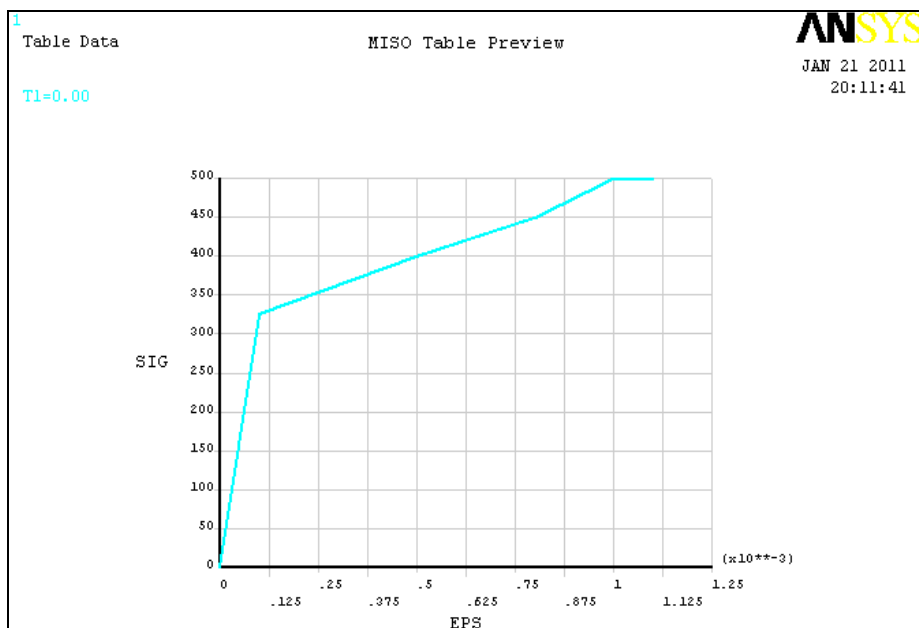

图 2-49 图形显示材料本构曲线
(3) 单击“Add Point”选项卡，添加应力应变数据点。依次输入三组数据，分别为（0.0005，400）、（0.0008，450）和（0.002，500），单击“Graph”按钮，在图形窗口中显示材料本构曲线，如图 2-49 所示。